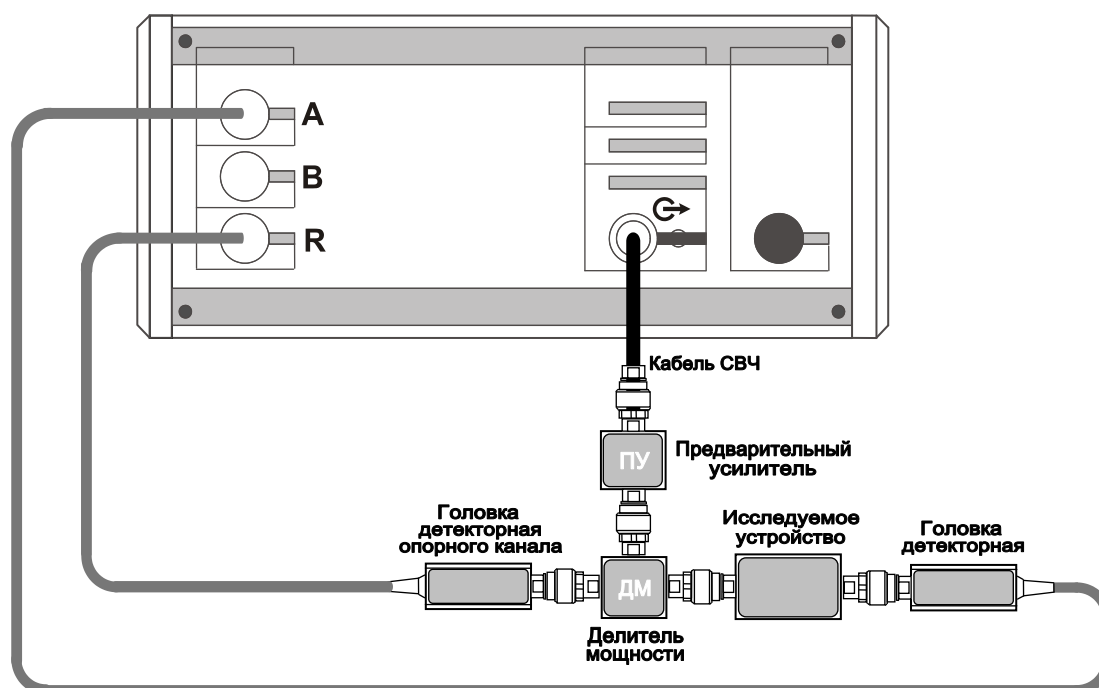

Рисунок 5.29 – Схема измерений динамических характеристик с опорным каналом
5.5.6.6 Измерения с опорным каналом проводят для отслеживания флуктуаций мощности и их учёта, а также для частичного согласования радиоизмерительного канала. Такие измерения, обычно, проводят для устройств с большой входной мощностью, для работы которых требуется наличие предусилителя (рисунок 5.29). Для проведения измерений с опорным каналом требуется наличие второй головки детекторной (головка детекторная опорного канала на рисунке 5.29).
м) собрать схему измерений, согласно рис. 5.29, при необходимости на выход ИУ установить аттенюатор с известным ослаблением;